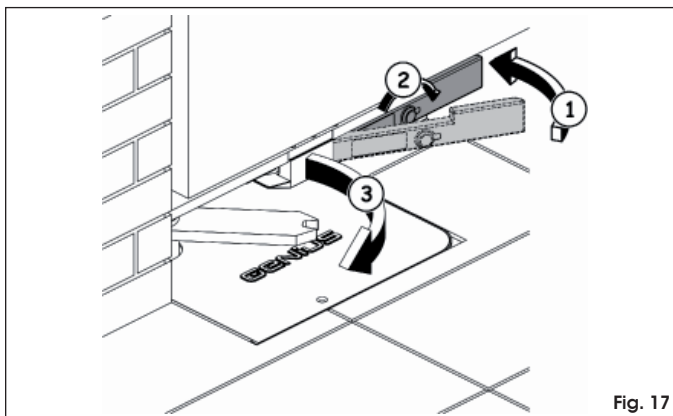

Fig. 17
- Colocar la palanca nuevamente en su posición de reposo (Fig. 17 ref. ①)
- Introducir la llave de desbloqueo en la cerradura y girarla hasta el tope en la dirección opuesta a la columna (Fig. 17 ref. ②)
- Mover manualmente la cancela hasta que la cerradura se enganche en la barra de bloqueo (Fig. 17 ref. ③)